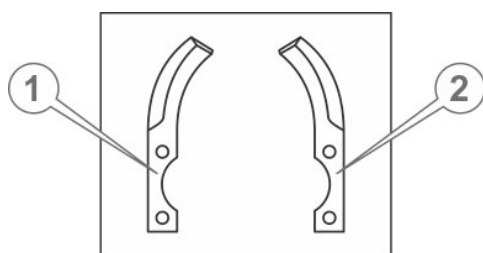

рис. 4.8.
3. Взять из комплекта почвофрезы по одному левому и правому ножу (см. рис. 4.8).